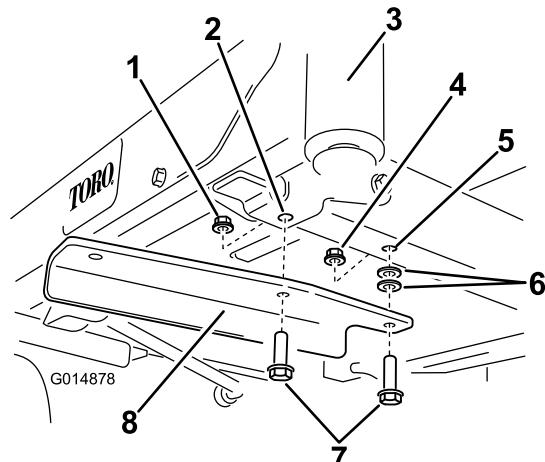

Bild 5
4. Befestigen Sie die linke Halterung mit zwei Schrauben ($\frac{3}{8}$ " x 1 $\frac{1}{4}"), zwei Scheiben und zwei Sicherungsmuttern ($\frac{3}{8}$ "") an der Unterseite des Rahmens (**Bild 5**).$